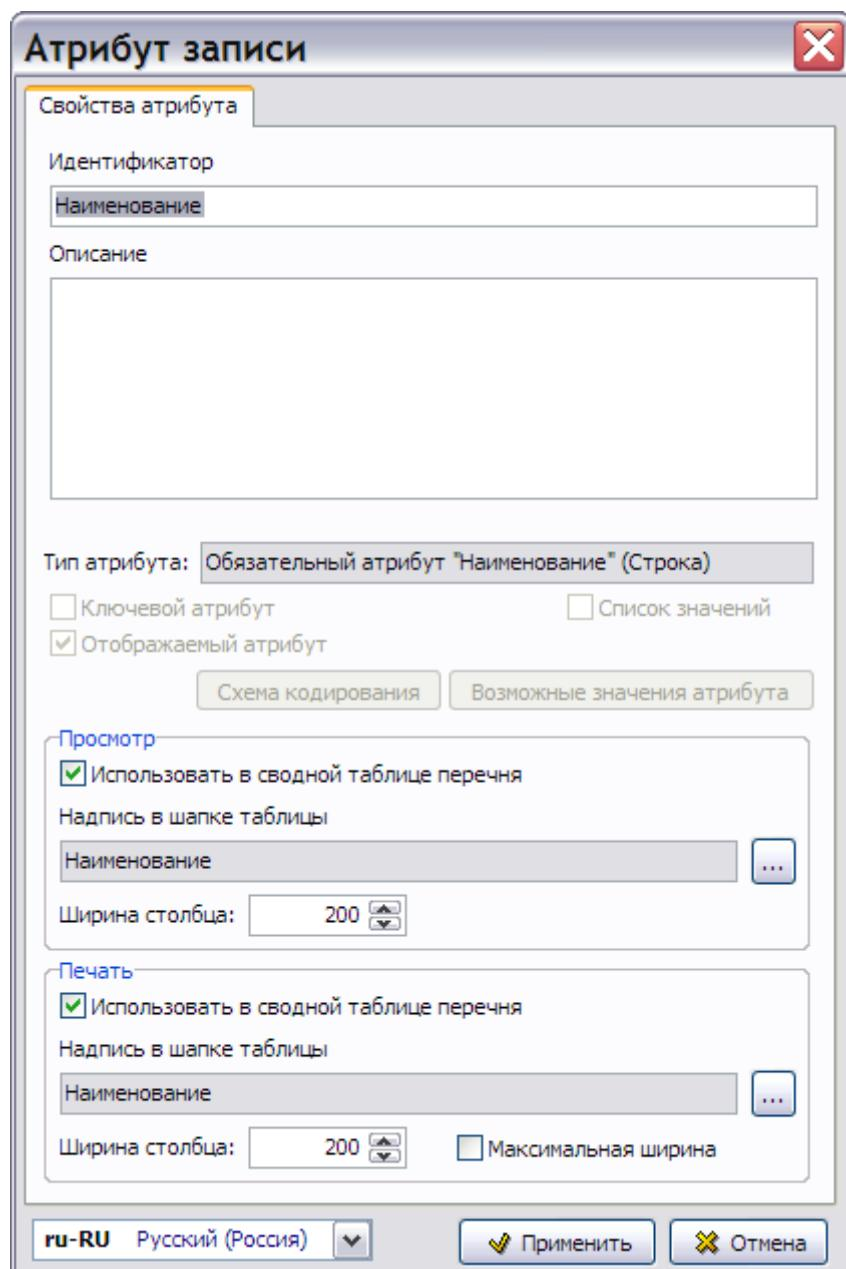

Рис. 3.16
2. На панели инструментов нажмите на кнопку  **Изменить**. После этого откроется диалоговое окно **Атрибут записи** (Рис. 3.16).